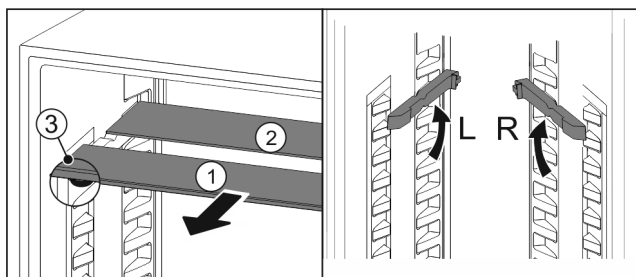

Fig. 189
- ▶ Húzza ki Fig. 189 (1) előre az üveglapokat egyesével.
- ▶ Az üveglap Fig. 189 (1) a díszléccel előre néz.
- ▶ Az ütközők Fig. 189 (3) lefelé mutatnak.